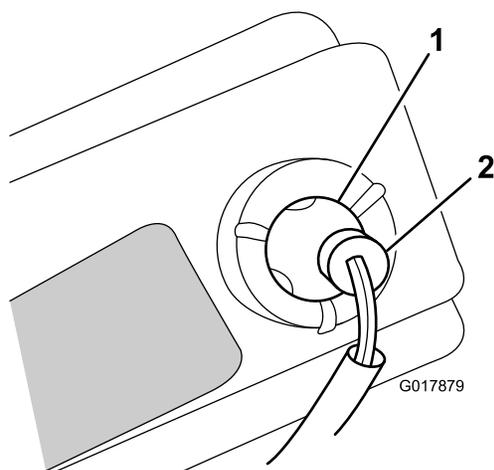

Figure 30
6. Sortez la douille (Figure 30).